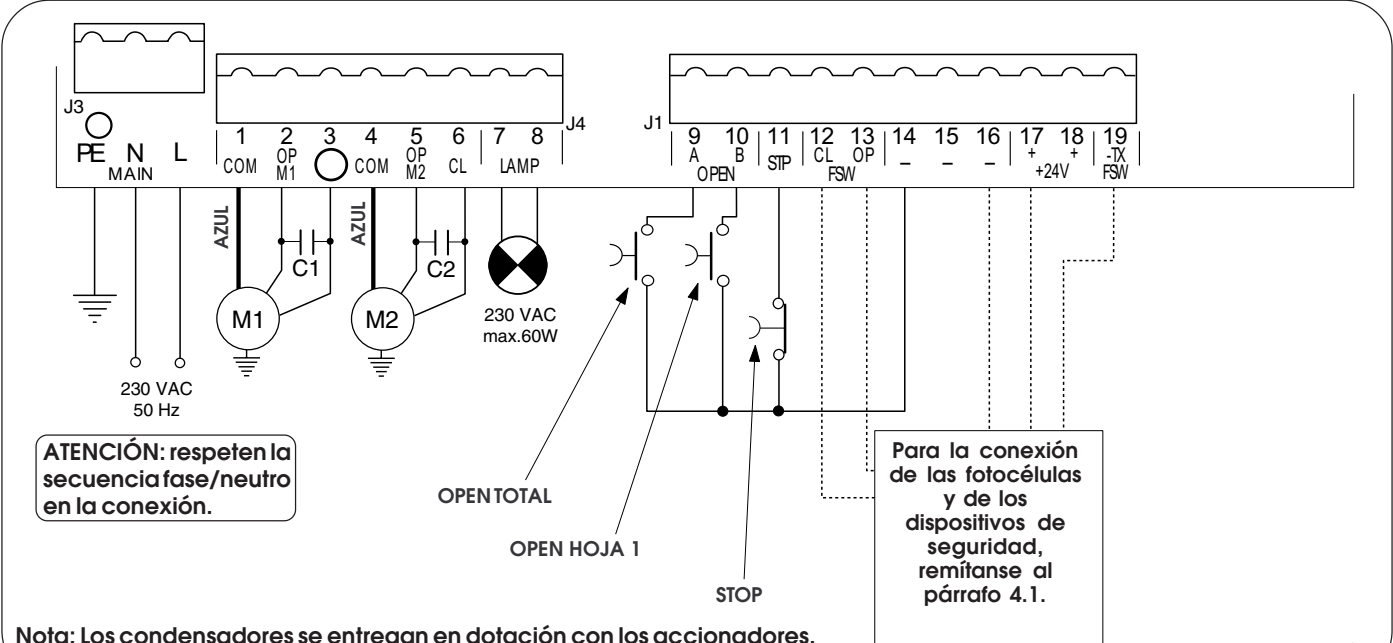

Fig. 2
- Conecten el cable de tierra al específico borne previsto en el conector J3 del equipo (véase fig.2).
4.2. Regleta de bornes J3 - Alimentación (fig. 2)
4.3. Regleta de bornes J4 - Motores y destellador (fig. 2)
4.4. Regleta de bornes J1 - Accesorios (fig. 2)